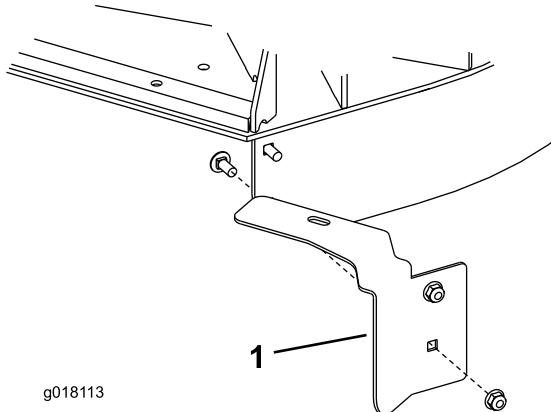

図 3
6. デッキの右後角部に、右側フットシールドを取り付ける； $5/16 \times 3/4$ インチのキャリッジボルト（2本）とフランジナットを使用する。ボルトは内側から差し込むこと。シールドは 図 3 のように組み付ける。